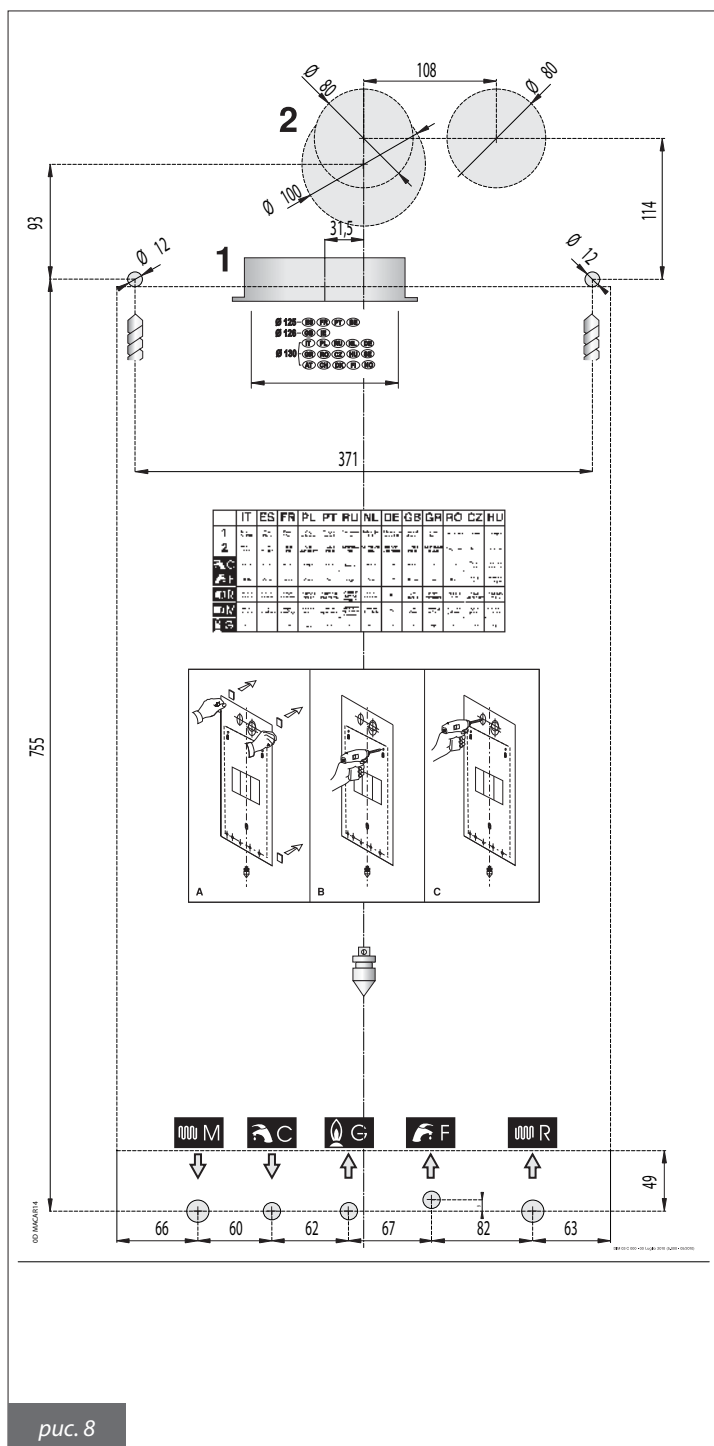

рис. 8
- б) монтажный шаблон (рис. 8);
Каждый котел снабжен специальным бумажным шаблоном, находящимся в упаковке (рис. 8), который позволяет подготовить трубы для подключения к системе отопления, к линии воды санитарного назначения, к газовой магистрали и воздухоподающие/дымоотводящие трубы в момент их разводки, т.е. до начала установки котла на выбранное место.
- закрепить шаблон (рис. 8) на стене;